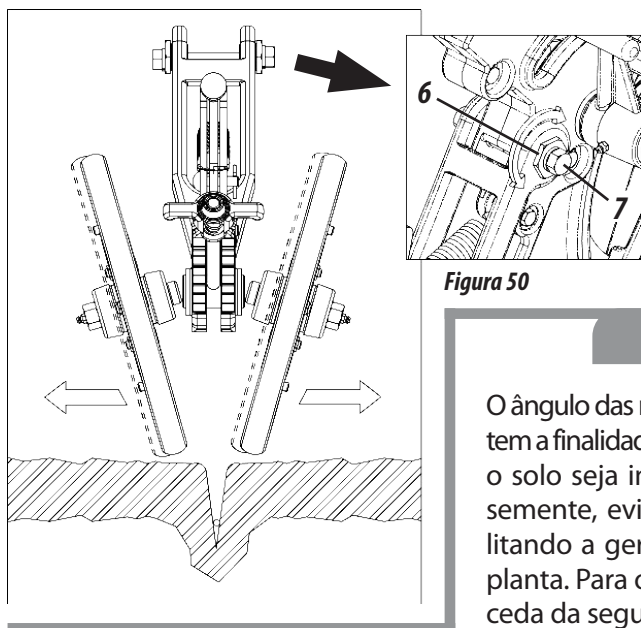

Figura 50
- 1- Solte os parafusos (7), gire as referidas buchas (6), com uma chave para atuação das rodas e alinhamento das mesmas com sulco posicionando maior ou menor quantidade de solo lateralmente a semente, **conforme mostra a figura 50.**